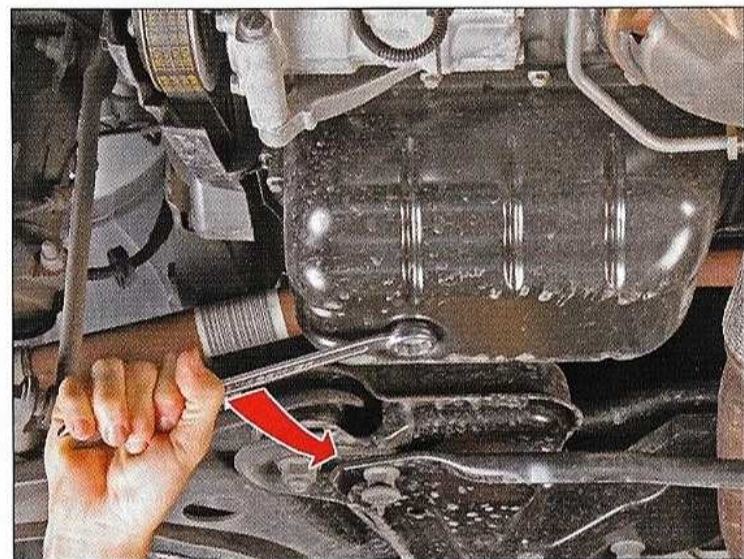

FIG.2
- Déposer, à l'aide d'une clé de 21 mm, le bouchon de vidange d'huile moteur (Fig.2).